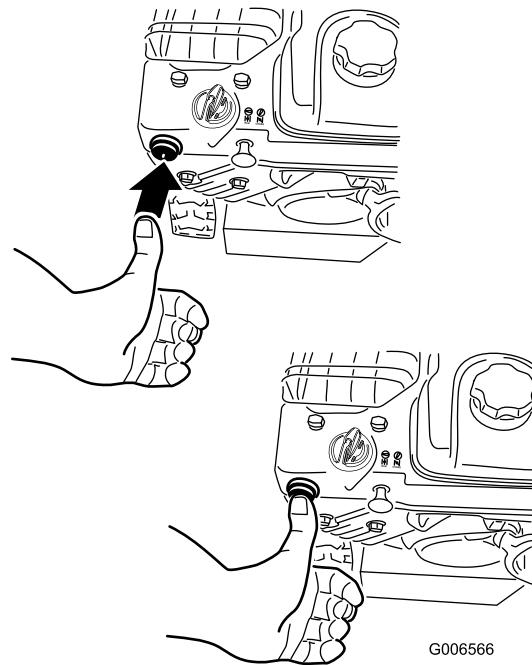

Figura 20
4. Con il pollice, spingete lo starter con forza due volte (temperature superiori a -9°C) o 4 volte (temperature inferiori a -9°C), lasciandolo inserito ogni volta per un secondo prima di rilasciarlo (Figura 20).